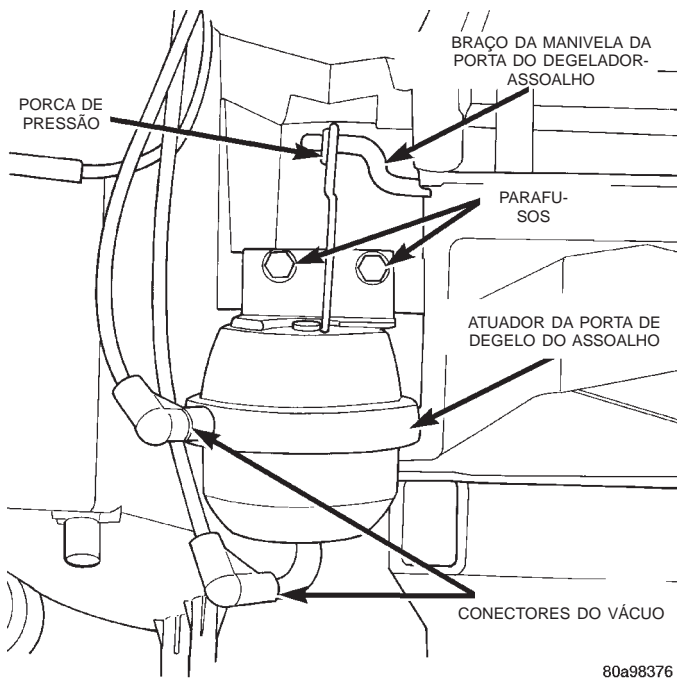

Fig. 46 Remoção/Instalação do Atuador da Porta do Degelador-Assoalho
(2) Remova o conjunto do painel de instrumentos do veículo. Consulte “Conjunto do Painel de Instrumentos” na seção “Remoção e Instalação”, do Grupo 8E, “Painel de Instrumentos e Indicadores”, para obter os procedimentos.
(3) Desligue os dois conectores do chicote do vácuo do atuador da porta de degelo do assoalho (Fig. 46).